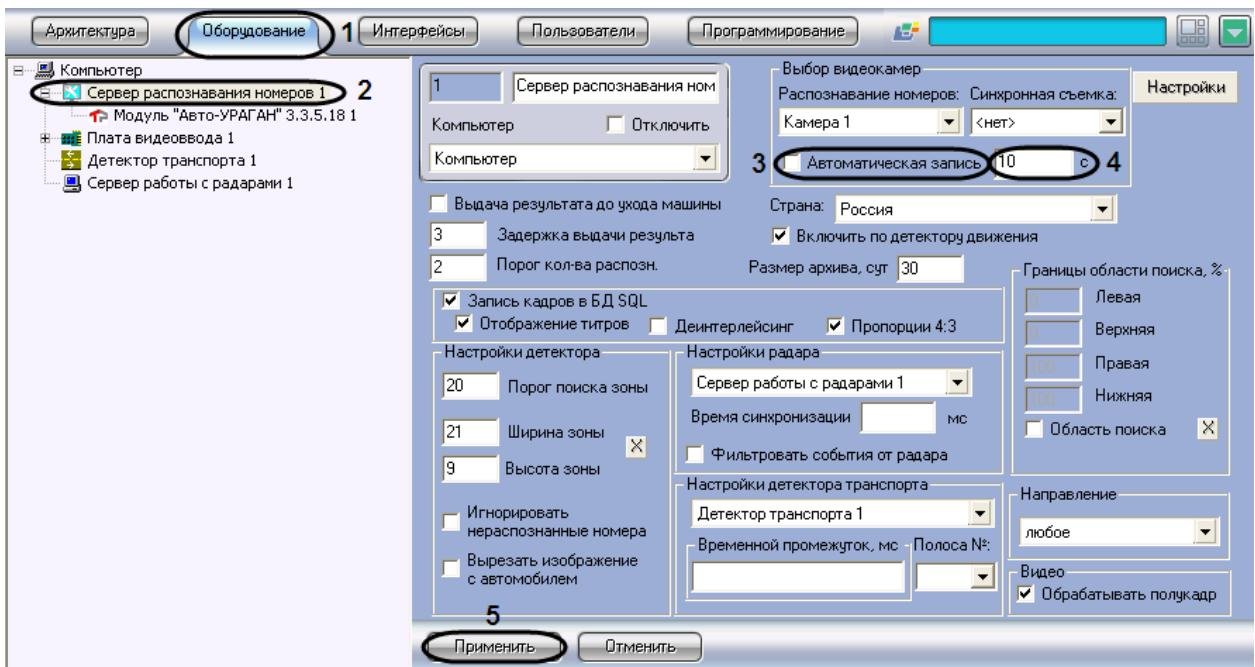

Рис. 7.2—6. Настройка параметров автоматической записи сигнала
1. В диалоговом окне «Настройка системы» перейти на вкладку «Оборудование» (Рис. 7.2—6, 1).
2. В дереве объектов на вкладке «Оборудование» выбрать объект «Сервер распознавания номеров», соответствующий активированному программному модулю (см. раздел «Активация программного модуля, используемого для распознавания номеров», Рис. 7.2—6, 2). В правой части вкладки «Оборудование» отобразится панель настройки выбранного объекта.
3. Установить флагок «Автоматическая запись» для активации функции автоматической записи видеосигнала при распознании номерного знака транспортного средства (см. Рис. 7.2—6, 3).
4. Указать длительность записи видеосигнала, осуществляющегося при распознании номерного знака транспортного средства (см. Рис. 7.2—6, 4).
5. Нажать кнопку «Применить» (см. Рис. 7.2—6, 5).